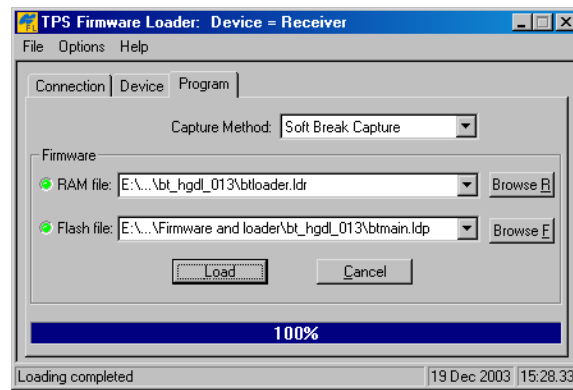

Figura 4-21. Carga completa del firmware Bluetooth
4. Haga clic en **Load** y espere hasta que se hayan cargado todos los archivos en el receptor (Figura 4-21).